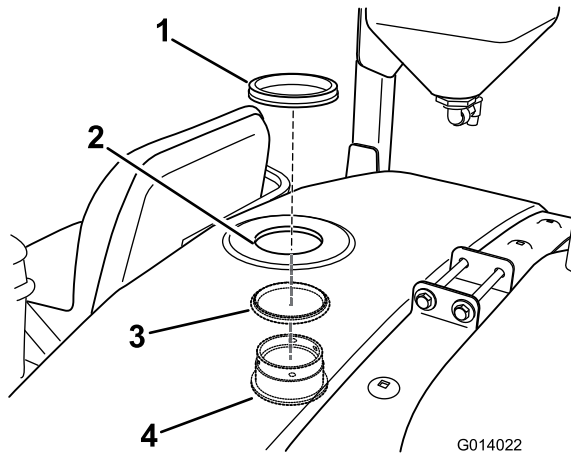

Bild 21
- Setzen Sie den Schott ein, wie in Bild 21 dargestellt.